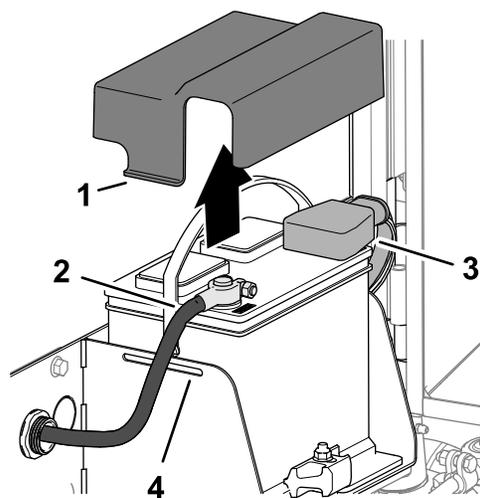

Figura 132
3. Premete i lati del coperchio della batteria e rimuovete il coperchio dal vassoio della batteria (Figura 132).